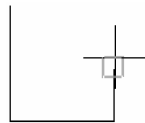

图 2-9 绘制长度为
4) 绘制长度为 10mm 的直线。拖动光标向上, 通过键盘输入“10”, 按回车键, 操作结果如图 2-9 所示。